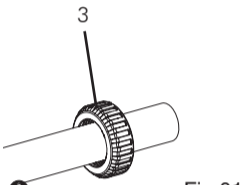

Fig.01 Adjustment and maintenance of the valve
2. Adjust the valve to the installation leaving the union nut (3) Fig.01 on the tube before gluing the end connector (5) Fig.02.
Si la vanne est montée correctement en usant de son installation, vous devez suivre les étapes suivantes: 1. Vérifier que le diamètre du tube correspond à l'intérieur du manchon (en cas de collage). 2. Assembler la vanne à l'installation en laissant l'écrou (3) Fig.01 sur le tube avant de coller le manchon (5) Fig.02. 3. Laisser la distance suffisante entre les manchons (voir Fig.03) de façon que le corps de la vanne puisse être introduit facilement et en évitant qu'il subisse une tension par les deux extrémités de la tuyauterie. 4. Les unions collées seront effectuées en nettoyant avec un dissolvant adéquat les zones à coller. Ensuite appliquer de la colle et attendre 24 h avant de mettre en eau ou sous pression.
ⓘ La vanne est livrée montée en usine et pour son installation, vous devez suivre les étapes suivantes: 1. Vérifier que le diamètre du tube correspond à l'intérieur du manchon (en cas de collage). 2. Assembler la vanne à l'installation en laissant l'écrou (3) Fig.01 sur le tube avant de coller le manchon (5) Fig.02. 3. Laisser la distance suffisante entre les manchons (voir Fig.03) de façon que le corps de la vanne puisse être introduit facilement et en évitant qu'il subisse une tension par les deux extrémités de la tuyauterie. 4. Les unions collées seront effectuées en nettoyant avec un dissolvant adéquat les zones à coller. Ensuite appliquer de la colle et attendre 24 h avant de mettre en eau ou sous pression.
2. Ajustar la válvula a la instalación dejando la tuerca (3) Fig.01 sobre el tubo antes de encolar el manguito (5) Fig.02.